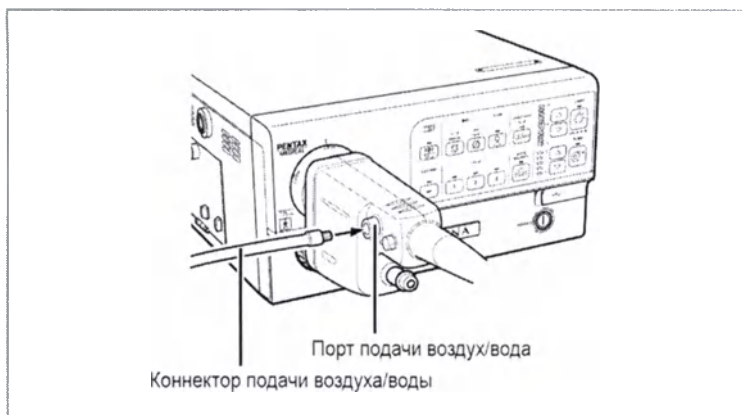

Рисунок 3.11
4. Вставьте коннектор подачи воздуха/воды блока емкости для воды в соответствующий порт эндоскопа (Air/Water) (см. рисунок 3.11).